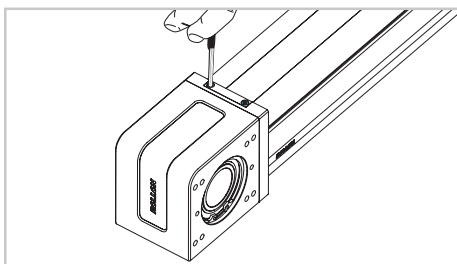

Fig. 4
- 3) Sortir la courroie de la tête d'entraînement en démontant la plaque de blocage (Fig. 4).